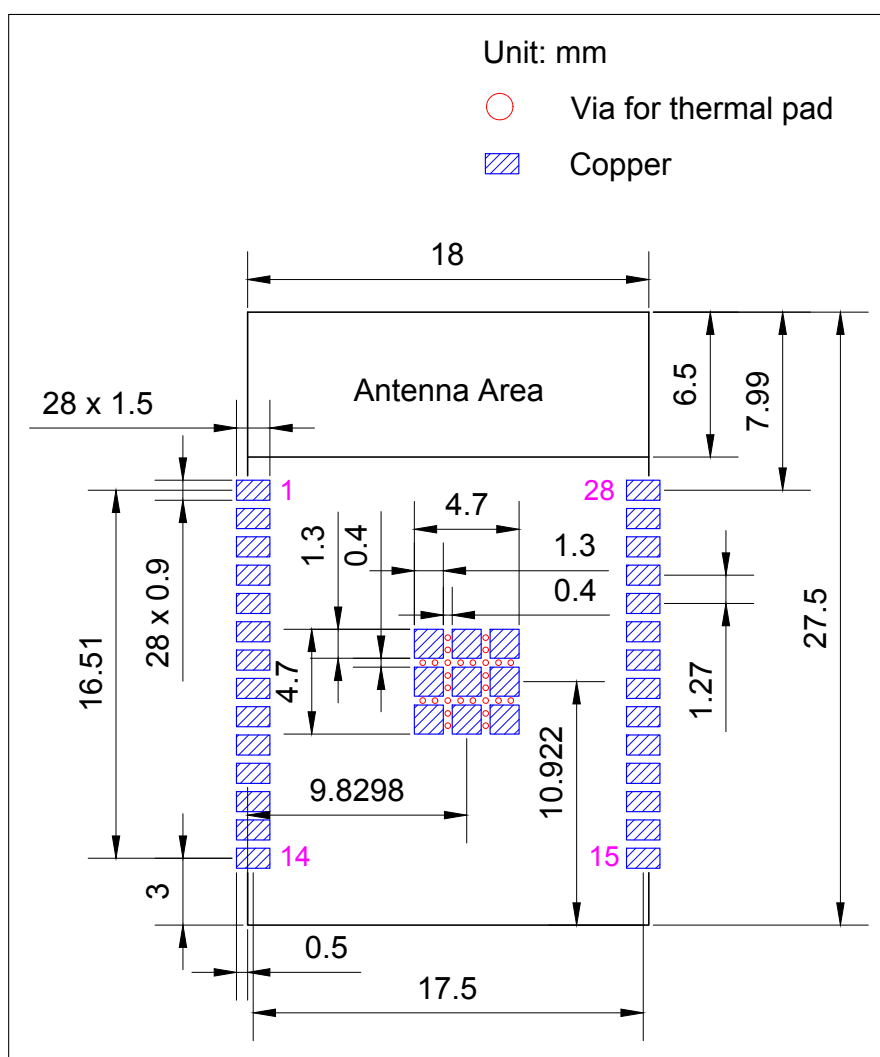
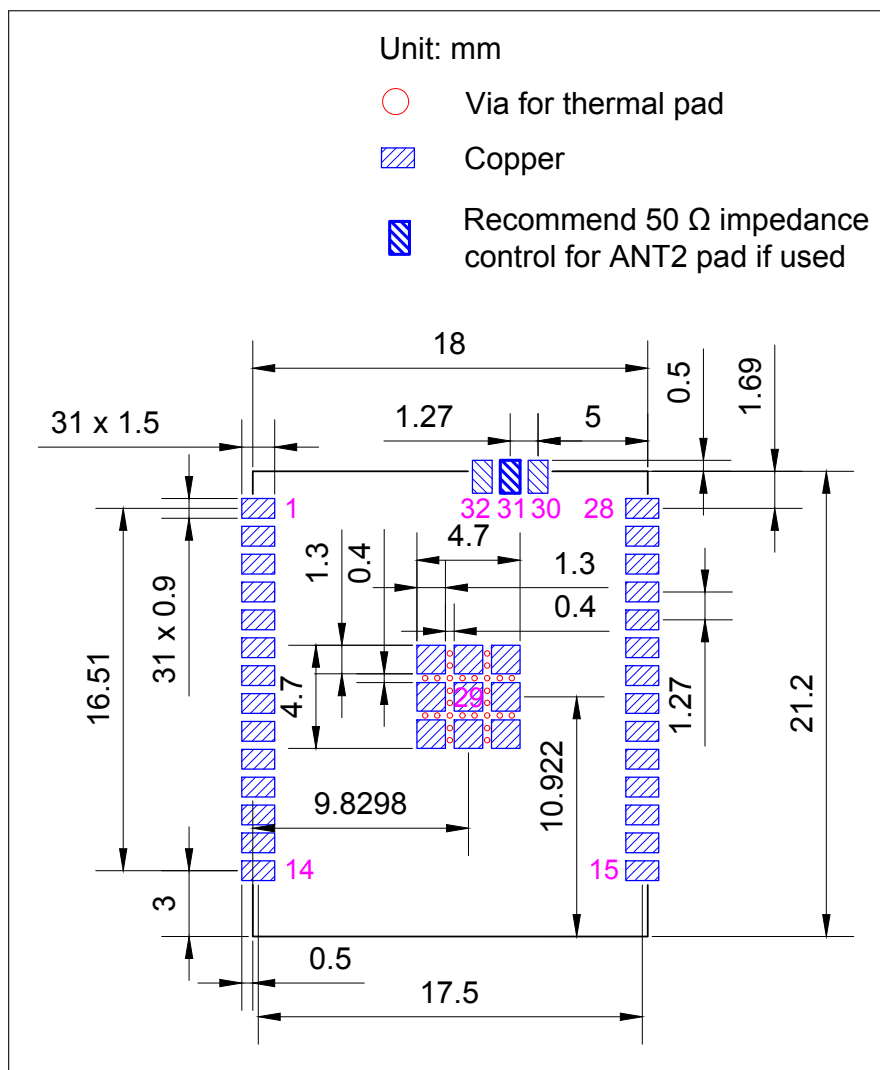

图 11-1. ESP32-C5-WROOM-1 推荐 PCB 封装图形
图 11-2. ESP32-C5-WROOM-1U 推荐 PCB 封装图形
- 推荐 PCB 封装图，标有 PCB 设计所需的全部尺寸。详见图 11-1 *ESP32-C5-WROOM-1 推荐 PCB 封装图形* 和图 11-2 *ESP32-C5-WROOM-1U 推荐 PCB 封装图形*。
- 推荐 PCB 封装图的源文件，用于测量图 11-1 和 11-2 中未标注的尺寸。您可用 Autodesk Viewer 查看 ESP32-C5-WROOM-1 和 ESP32-C5-WROOM-1U 的封装图源文件。